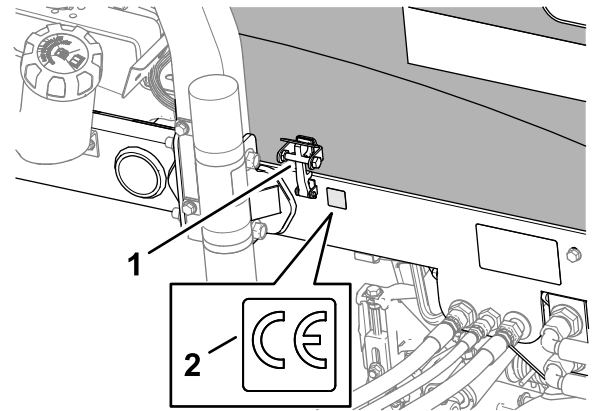

Figura 38
3. Pulite il telaio sinistro in prossimità del fermo del cofano con alcol e lasciate che il telaio si asciughi (Figura 38).
4. Rimuovete la parte posteriore e applicate l'adesivo CE (N° cat. 133-8095) sul telaio come illustrato nella Figura 38.